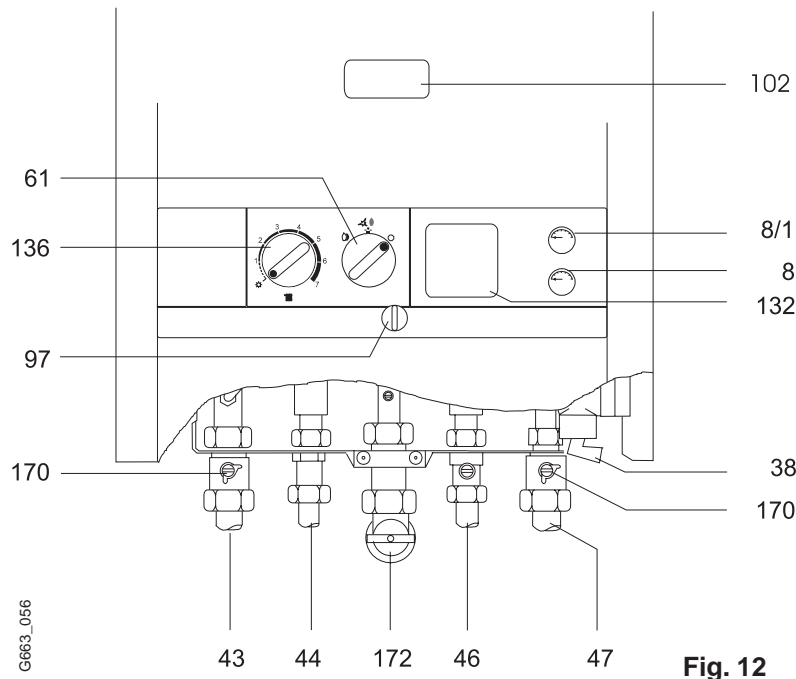

Fig. 12
Comprobar si el selector de temperatura (pos. 136, fig. 12) desconecta el gas al quemador a la temperatura máxima ajustada.
Se informará al cliente el rellenado y purgado de la instalación, así como el control de la presión de agua en el manómetro (pos. 8/1, fig. 12) (Preparación para la puesta en marcha de la instalación, pag. 11).
Comprobar las llamas del quemador por el orificio de control (pos. 102, fig. 12).
Cerrar la llave de paso de gas (pos. 172, fig. 12) y ventilar el recinto. Informar a la compañía suministradora o al instalador.
Cerrar la llave de paso de agua fría (pos. 173, fig. 12).
Llaves de corte de calefacción (pos.170, fig. 12)
Llave de entrada agua fría (pos. 173, fig. 12)
Llenar la instalación hasta aprox. 1,5 bar, abriendo el tornillo de llenado (pos. 38, fig. 12).